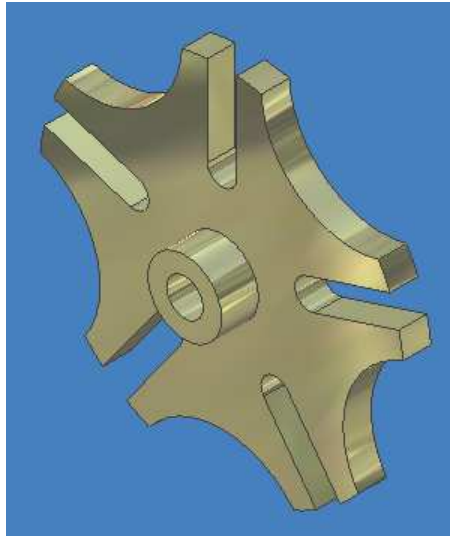

Figura 4.26 Resultado final, INDICE.
30.-Presione OK para finalizar. Como ultimo paso seleccione el comando EXTRUDE y las opciones CUT y en la pestaña EXTENTS seleccione ALL y realice la operación de corte. Seleccione el material que desee de la lista de AS MATERIAL para darle un renderizado a la pieza en este caso se usó NICKEL BRIGHT y finalizar figura 4.26.